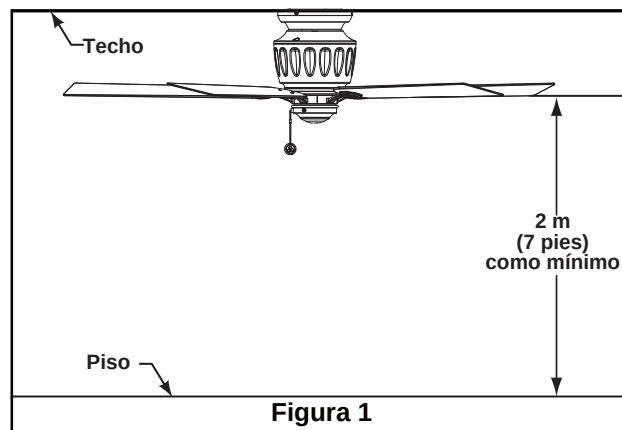

Figura 1
Uso de perfil bajo (Figura 1)
Las aspas del ventilador deben estar suspendidas, al menos, a 2 m (7') del piso (Figura 1)
1. Conecte el cable verde de la toma de tierra desde el soporte de techo al conductor de toma de tierra de la fuente y motor de alimentación (éste puede ser un cable pelado o un cable verde con aislamiento). Conecte los cables con cuidado usando un conector de cables. Conecte con cuidado el cable (que viene del ventilador) con el cable blanco (neutro) de la fuente de alimentación utilizando un conector de cables. Por último, conecte el cable negro (que viene del ventilador) al cable negro de la fuente de alimentación utilizando un conector de cables. (Figura 1)
2. Luego de empalmar los cables y realizar la conexión, sepárelos y dóblelos hacia arriba con el conductor con conexión a tierra y el conductor con conexión a tierra del equipo debe ir en un lado de la caja de distribución eléctrica y el conductor sin conexión a tierra debe ir del otro lado. (Figura 1)
1. Instale la unidad del motor a la unidad de soporte de techo utilizando los tornillos retirados previamente y fíjelas adecuadamente. (Figura 1)
1. Coloque el asa sobre el soporte de aspas con los pilotes roscados a la vista. Asegúrese de que la parte inferior del asa se encuentre bien apoyada sobre el soporte. Con un destornillador Phillips, fije los tornillos de cabeza de #8-32 con arandela de fibra para asegurar la placa en el brazo de sujeción de las palas. (Figura 1)